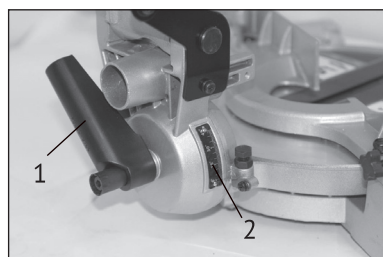

рис.8
-для установки угла наклона необходимо открутить фиксирующую рукоятку (рис.8 поз.1);